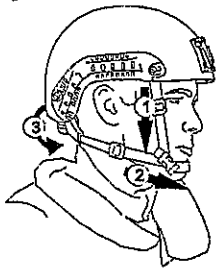

Рисунок 2 - Последовательность регулировки подтулейного устройства:
2.2.2.1 Для регулировки подтулейного устройства бронешлема (рисунок 2):